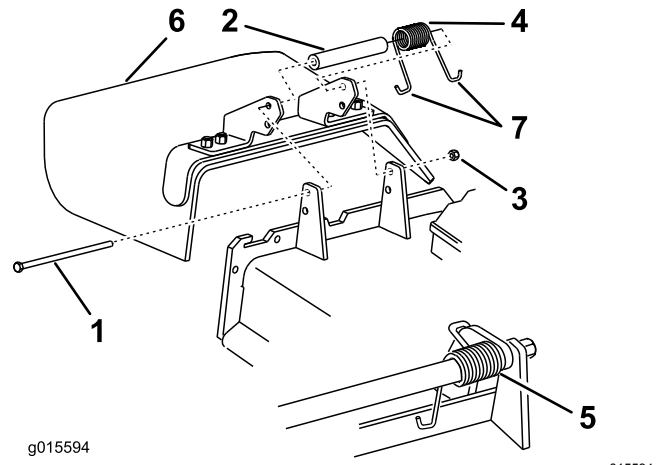

Figure 122
**Remarque:** Prenez soin de placer une extrémité en J du ressort derrière le bord du tablier avant de mettre le boulon en place, comme montré à la Figure 122.
6. Placez une extrémité en J du ressort autour du déflecteur d'herbe (Figure 122).
1. Retirez le contre-écrou, le boulon, le ressort et l'entretoise qui fixent le déflecteur aux supports de pivot (Figure 122).
2. Enlevez le déflecteur s'il est endommagé ou usé (Figure 122).